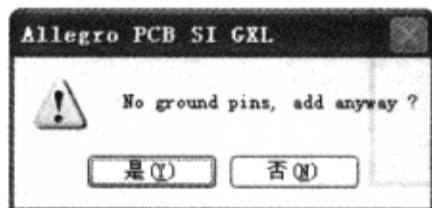

图 2-6-37 提示信息
(6) 单击“OK”按钮，关闭“Create IBIS Device Model”对话框→弹出提示信息，如图 2-6-37 所示。